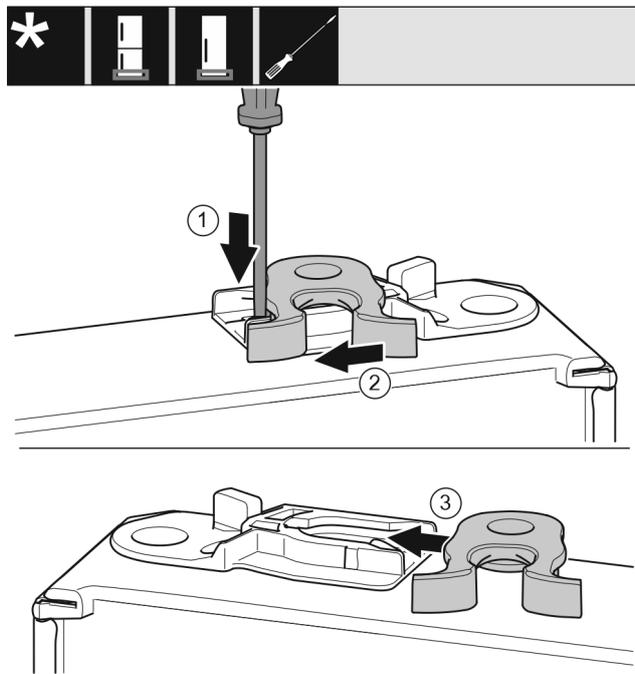

Fig. 15
- ▶ Plochým skrutkovačom zatlačte strmeň nadol. Fig. 15 (1)
- ▶ Zatvárací hák vyťahnite z vedenia. Fig. 15 (2)
- ▶ Zatvárací hák zasuňte na druhej strane do vedenia. Fig. 15 (3)